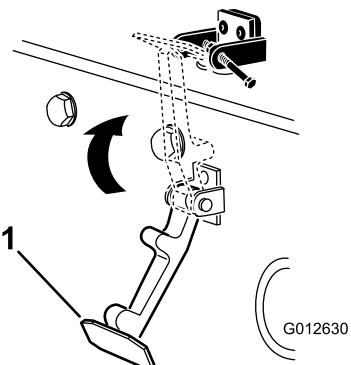

Figura 6
5. Agganciate il fermo sulla relativa staffa (Figura 6).